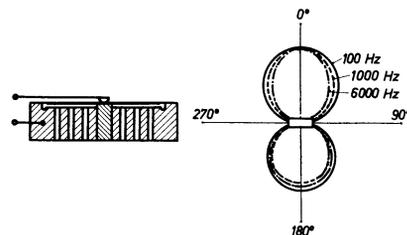

Fig. 12.08. Kondensatormikrofon mit Achtercharakteristik.
b) **Geschwindigkeitsempfänger:** Die Membran wird beidseitig den Schallwellen ausgesetzt, so daß nicht der Schalldruck, sondern die Druckdifferenz, d.h. die Geschwindigkeit für die Spannungserzeugung maßgebend ist. Seitlich einfallende Schallwellen ergeben eine mit dem cosinus des Einfallswinkels abnehmende Empfindlichkeit. Auf diese Art entsteht eine **Achtercharakteristik** (Fig. 12.08)